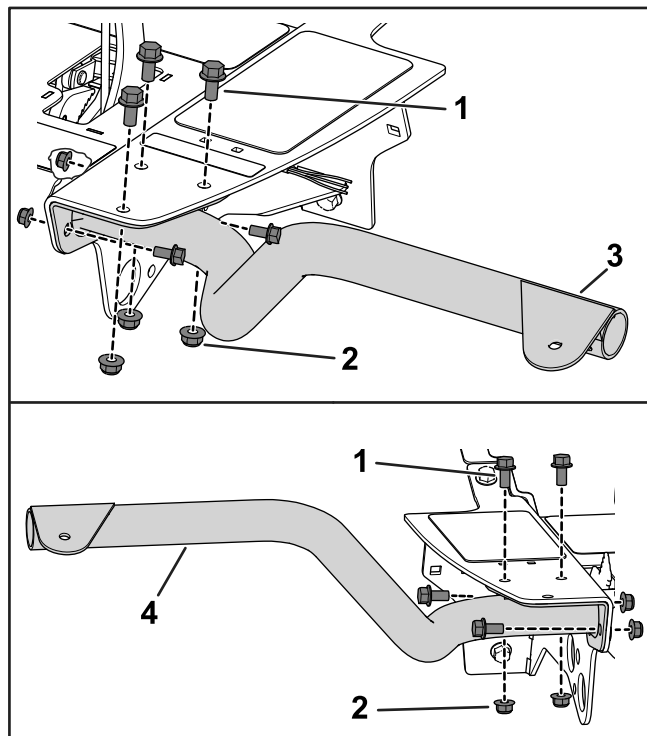

Figura 2
3. Utilizzate 5 bulloni a testa esagonale ($\frac{3}{8}$ " x $\frac{3}{4}$ ") e 5 dadi flangiati ($\frac{3}{8}$ " per fissare il supporto del faro sinistro alla staffa del pianale sinistra (Figura 2).
4. Utilizzate 4 bulloni a testa esagonale ($\frac{3}{8}$ " x $\frac{3}{4}$ ") e 4 dadi flangiati ($\frac{3}{8}$ ") per fissare il supporto del faro destro alla staffa del pianale destra (Figura 2).